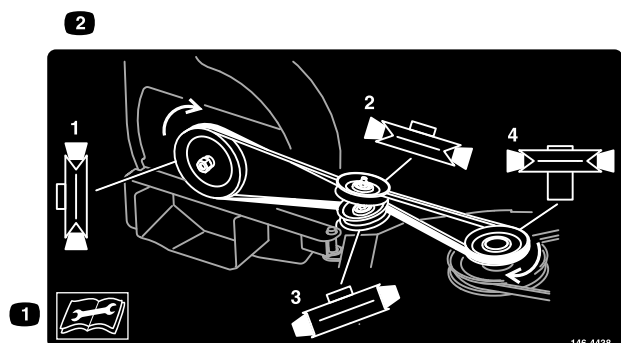

Figura 27
8. Instale la correa alrededor de la polea del soplador y la polea tensora, según se muestra en Figura 27. Coloque la correa en la ranura en V de la polea del soplador. Sostenga la correa tensa y gire la polea lentamente con la mano.